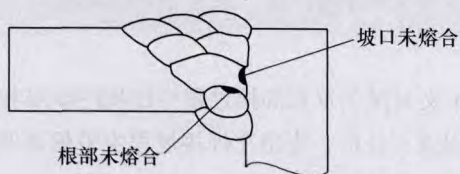

图3 未熔合产生部位示意
(2) 未熔合的产生 保护罩采用MIG焊,其保护气体为氩气。由于氩弧焊的电弧产生的熔深较MAG焊浅,如操作不当易导致焊缝产生未熔合缺陷;同时,焊接参数选择不当也容易产生未熔合。焊接参数的选择首先取决于焊件的坡口形式、清根后的根部坡口形式以及坡口角度。未熔合产生的几率是随坡口角度、坡口根部半径及焊接电流的增大而减小。通过超声波检测,未熔合缺陷一般在直边坡口或清根后的焊道根部位置,产生的部位如图3所示。为防止未熔合缺陷的产生,必须根据焊接位置选择焊接电流,所选择的焊接电流以电弧能够熔入母材约1mm深为佳。